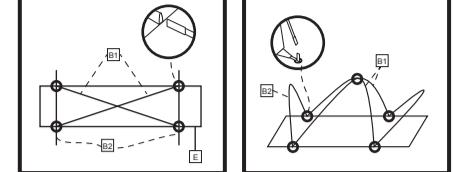

BILD1 BILD2
- Trä i stängerne <B1 och B2> helt och hållt i kanalerna i mitten av innertället. (BILD 1)